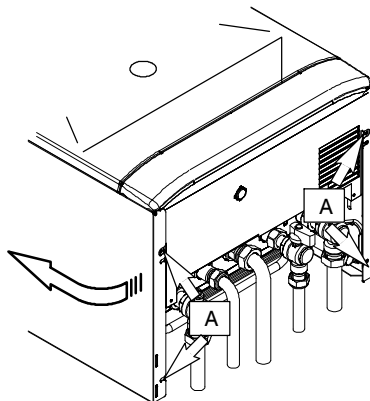

fig. 5.15
- 2 Aflojar los tornillos "A" fig. 5.15 y quitar los dos paneles laterales, empujándolos hacia arriba de modo que se suelten de los ganchos superior